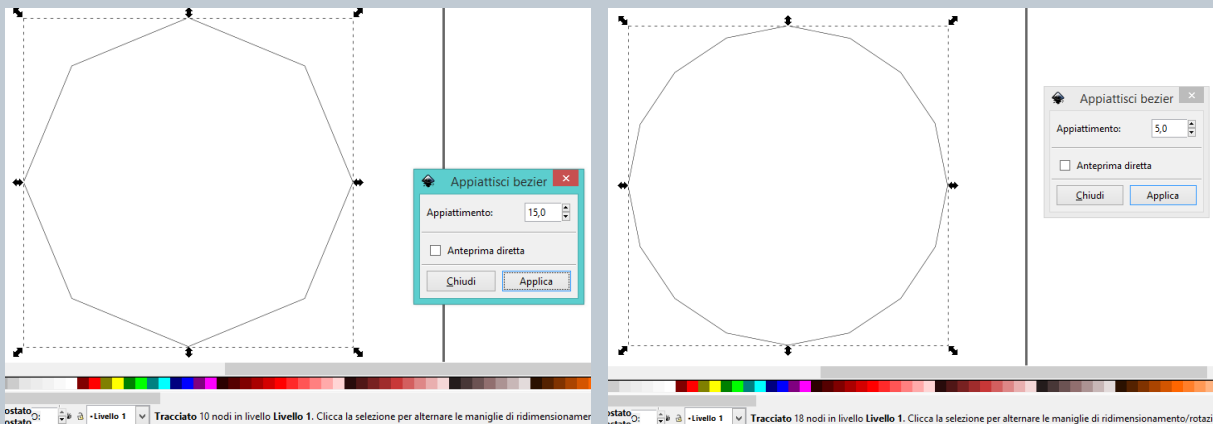

Fig. 45
- Selezionare un valore partendo da 0.3 alzando o abbassando il valore. Più basso è il valore, maggiore è il numero dei segmenti retti che andranno a ricostruire ogni curva dell'immagine. Più alto è il valore minore è il numero di segmenti che andranno a ricostruire la curva, che sembrerà più scalettata. Vedi Fig. 45.